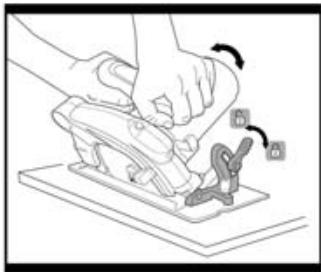

Fig. 3
4. AJUSTE DEL ÁNGULO DE LA PLACA BASE (Fig. 3)